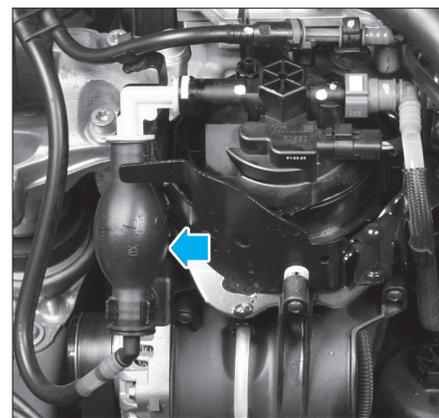

Fig. 40
- Actionner la pompe manuelle au moins 30 fois de suite (Fig.40).